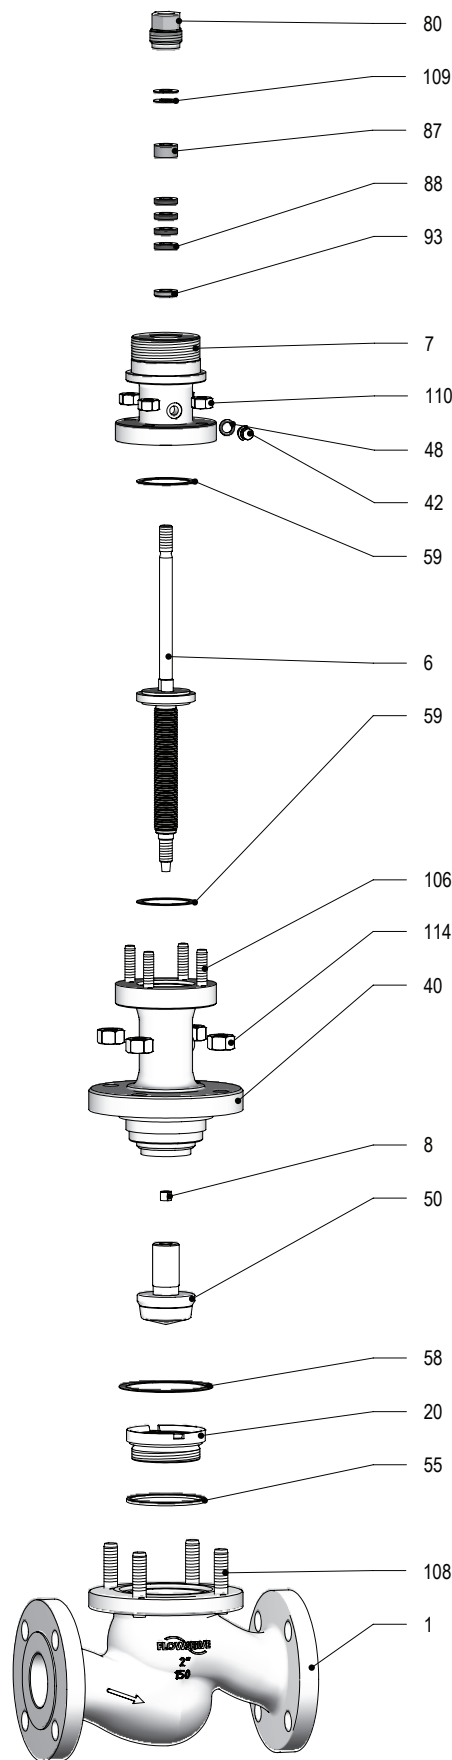

Рис. 10: Разборка/сборка клапана с сальфонным уплотнением типа А (части клапана см. в Таблице 13, стр. 17)
- Отверните крепежные гайки (114) крышки против часовой стрелки. (См. рис. 10: Разборка и сборка клапана с крышкой с сальфонным уплотнением типа А)
- Отверните крышку сальника (80) против часовой стрелки.
- Снимите тарельчатые пружины (109)
- Снимите верхнюю направляющую (87) штока.
- Установите ключ для круглых гаек (См. Раздел 16: Специальные инструменты) на шток (50) и медленно поворачивайте его.